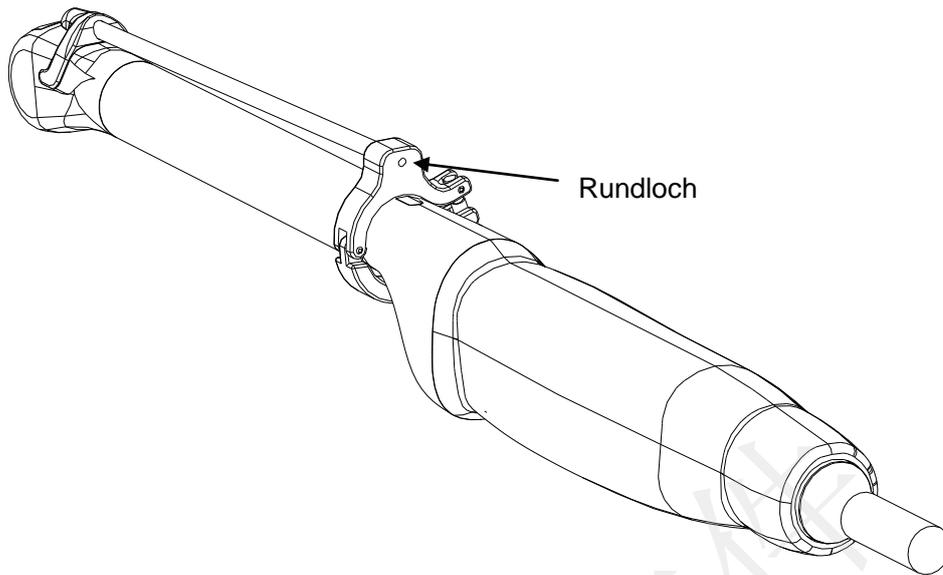

Abbildung 6-40 Einföhren der Nadel in das Rundloch
Schritt 3: Führen Sie die Nadel gemäß Abbildung 6-40 in das Rundloch ein.